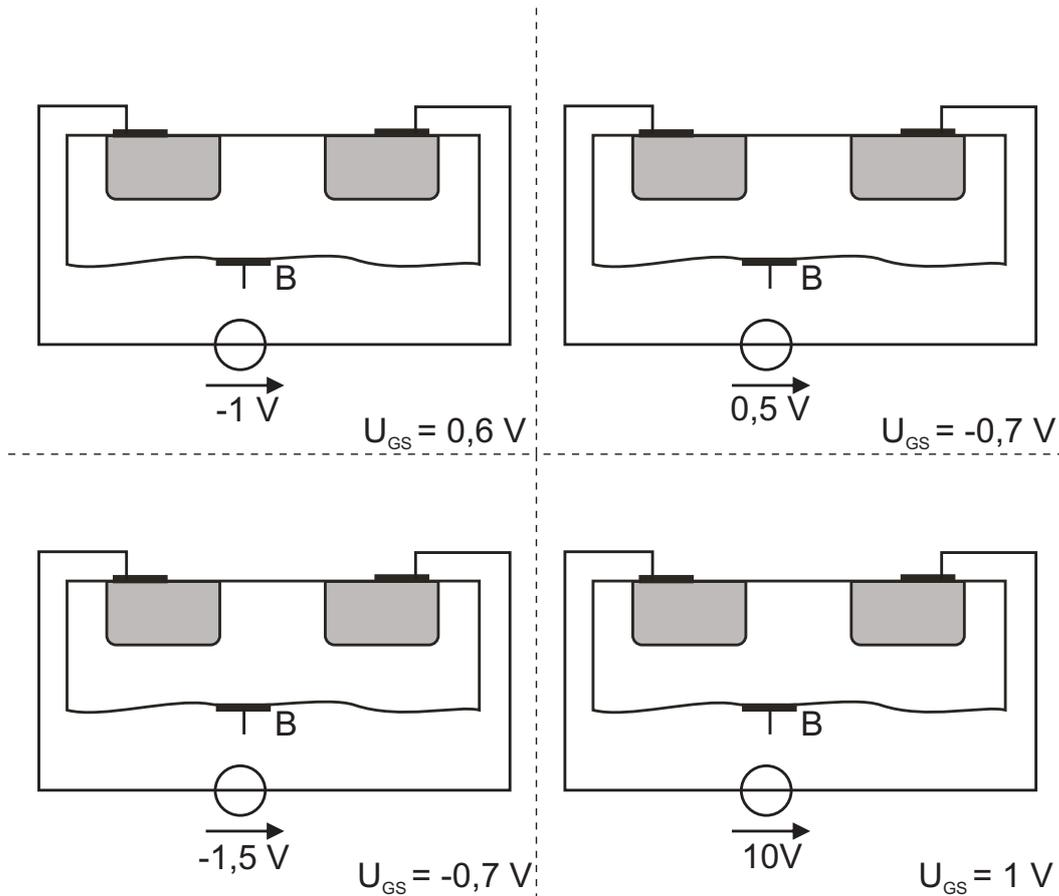
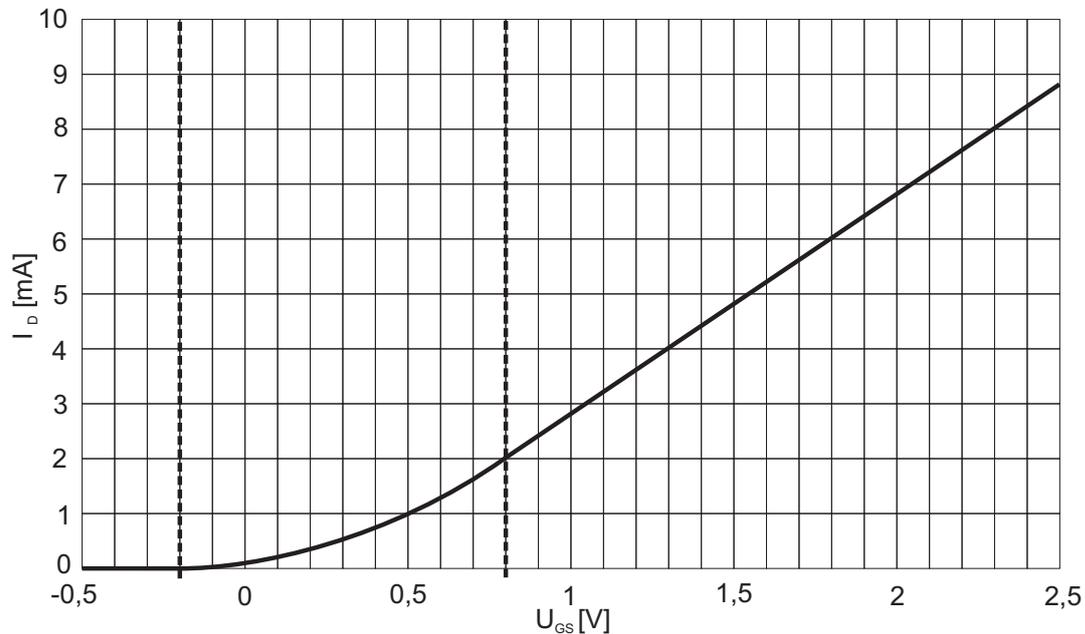

Abb. 4.1: Querschnitte eines MOSFET
Abb. 4.2: Kennlinie eines MOSFET
- Ergänzen Sie die Querschnitte in Abb. 4.1 jeweils um Dotierungen (n,p) sowie fehlende Elemente und bezeichnen Sie die Anschlüsse (S, G, D)!
- Kontaktieren Sie das Bulk (B) derart, dass keine leitende parasitäre Diode entstehen kann!
4.2 In Abb. 4.2 ist eine zu einem MOSFET gehörige Kennlinie gegeben. Die Kanallängenmodulation sei in den folgenden Aufgabenteilen zu vernachlässigen.
- e) Konstruieren Sie die Kennlinie für $U'_{DS} = U_{DS} - 600 \text{ mV}$ und zeichnen Sie diese in Abb. 4.2 ein!